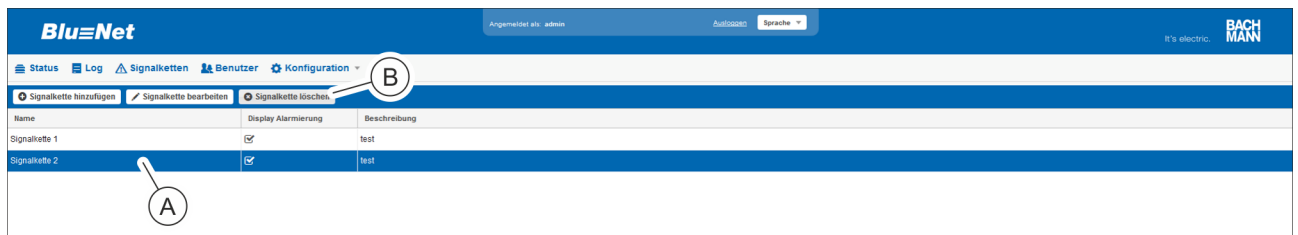

Abb. 173: Menü "Signalketten"
3. ➔ Über die Schaltfläche „Signalkette erstellen“ (Abb. 173/Ⓐ) eine neue Signalkette anlegen.
⇒ Die Signalkette ist angelegt (Abb. 173/Ⓔ).
3. Gewünschte Signalkette auswählen (Abb. 173/Ⓐ) und die Schaltfläche „*Signalkette bearbeiten*“ (Abb. 173/Ⓑ) anklicken.
3. ➔ Gewünschte Signalkette auswählen (Abb. 173/Ⓐ) und die Schaltfläche „Signalkette löschen“ (Abb. 173/Ⓑ) anklicken.